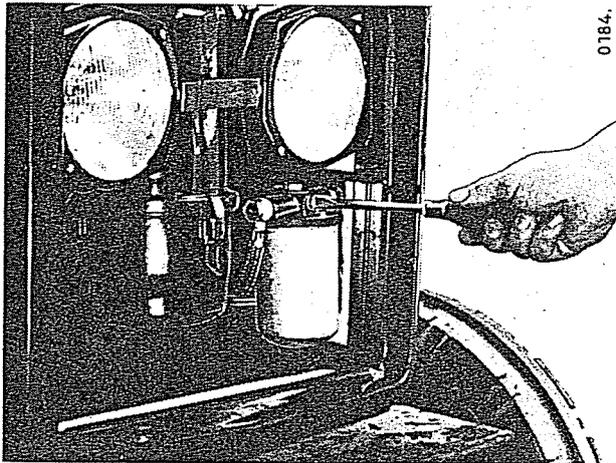

Fig. 39
- Desserrez la vis de purge du couvercle de filtre jusqu'à ce que le combustible s'écoule sans bulles. (Fig. 39). Resserrez alors la vis de purge et procédez à la purge de la pompe d'injection.